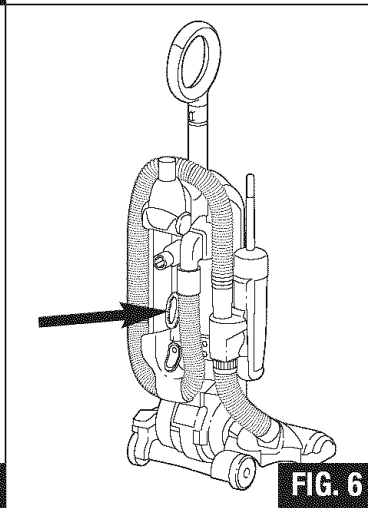

FIG. 6
- Step 9:** Store the dusting brush on its holder (FIG. 6).
**Étape 9 :** Rangez la brosse à épousseter sur son support (FIG. 6).
**Paso 9:** Guarde el cepillo para polvo en su portacepillo (FIG. 6).